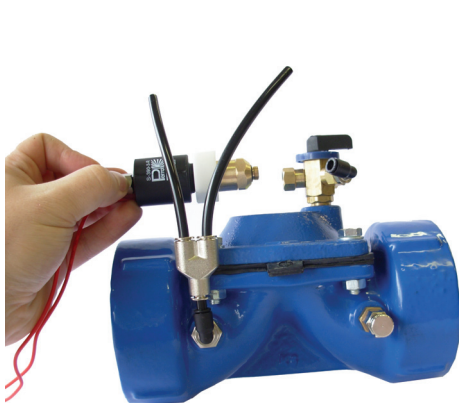

Bild 3
7.3. Ausbau / Einbau der Spule/Spulensitz (s. Bild 3+4)